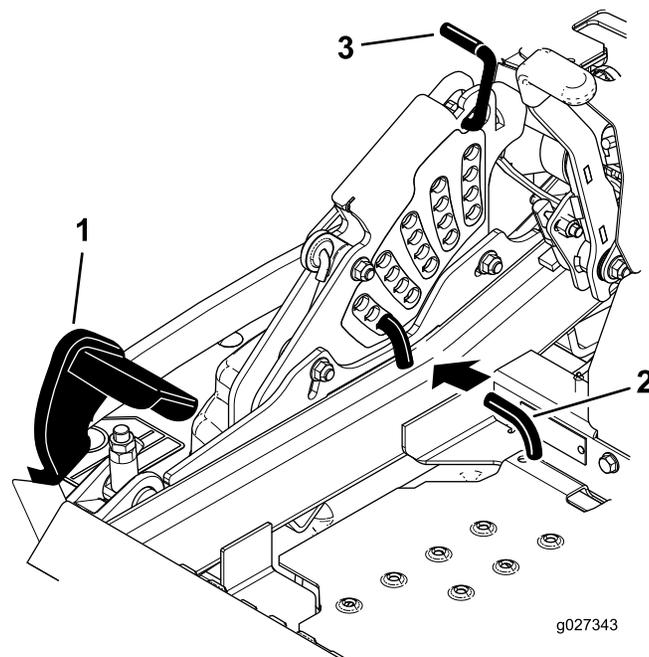

Figura 27
2. Pise el pedal de elevación de la carcasa y eleve la carcasa a la posición de transporte (que es también la posición de altura de corte de 140 mm [5½"]) como se muestra en **Figura 27**.
3. Para ajustar la altura de corte, gire el pasador 90 grados y retire el pasador del soporte de altura de corte (**Figura 27**).
4. Seleccione el taladro del soporte de altura de corte que corresponde a la altura de corte deseada, e inserte el pasador (**Figura 27**).